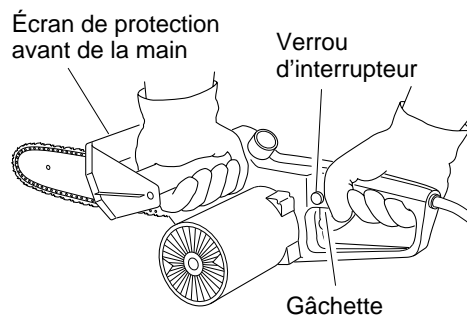

Figure 9 - Emplacement de l'écran de protection avant de la main, du verrou d'interrupteur et de la gâchette
3. Se servir des deux mains pour tenir la tronçonneuse. Toujours utiliser la main gauche pour saisir la poignée avant et la main droite pour saisir la poignée arrière. Tenir fermement. Les pouces et les doigts doivent entourer les poignées. (Voir la figure 9.)
gâchette. (Voir la figure 9.) Ceci met la tronçonneuse en marche. Elle s'arrête quand on lâche la gâchette. S'assurer que la chaîne tourne à la vitesse maximum avant d'entamer l'entaille.